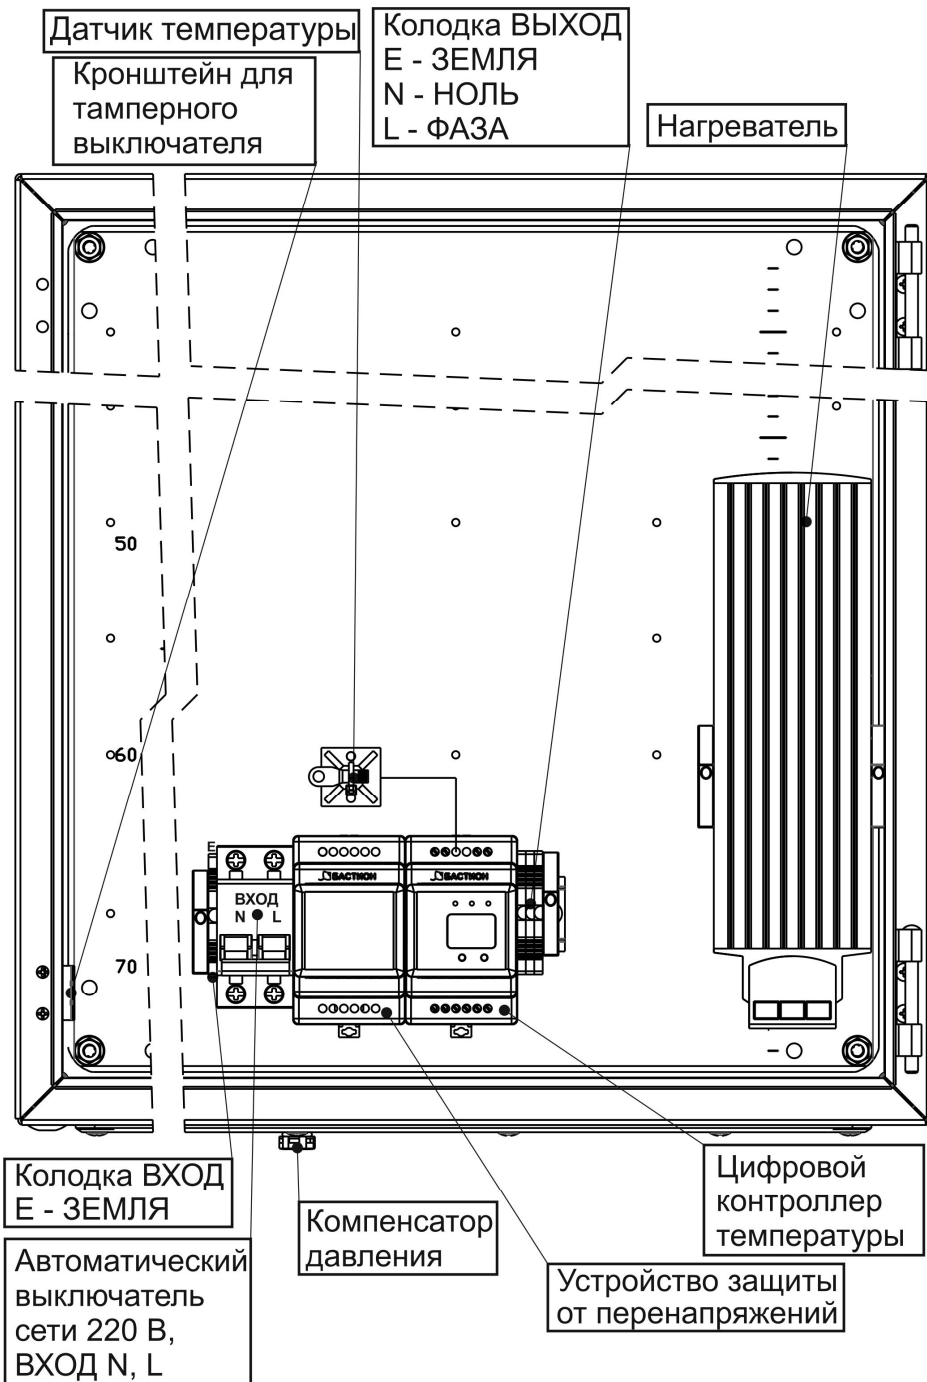

Рисунок 2 – Вид изделия с открытой дверцей
- клеммной колодке ВХОД и ВЫХОД~ 220В (см. рисунок 2).
Выполните подключение внешних цепей к изделию в соответствии с назначением клемм подключения (см. рисунок 2) в следующей последовательности:
- Провод заземления подключите к клемме E (ЗЕМЛЯ) на колодке «ВХОД» (см. рисунок 2).
- Подключите, соблюдая фазировку, к клеммам автоматического выключателя сетевые провода N (НОЛЬ) и L (ФАЗА) (см. рисунок 2).
- В случае необходимости установите тамперный переключатель (входит в комплект поставки) на специальный кронштейн (см. рисунок 2), используя входящий в комплект крепеж.